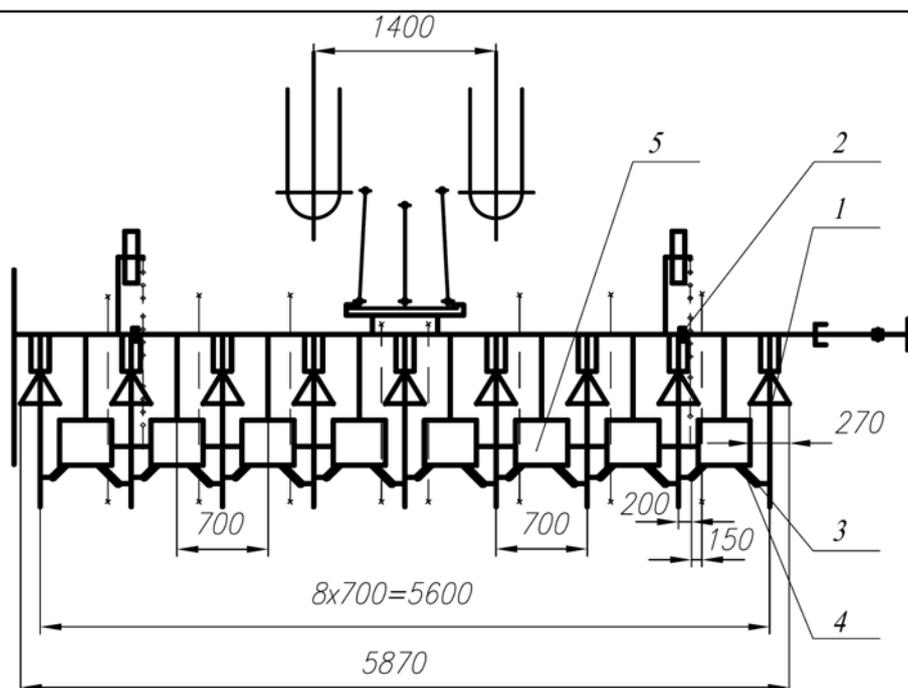

Рис.11 Схема расположения рабочих органов КРН-5,6К с подкормочным приспособлением для междурядий 70см.
6.5.1 Установить кронштейны с туковысевающими аппаратами по схеме расположения (рис.11 ) скобами М16х175х175 на балку.
Расстановка рабочих органов по ширине захвата производится по схемам расположения (рис.11,12,14,15). Осуществляется она передвижением секций по балке и держателей рабочих органов, установленных на грядилях секций.
Для внесения удобрений в междурядье подкормочное приспособление установить на культиватор согласно схеме расположения (рис.11) в следующей последовательности
6.7.2 Прикрепить кронштейн туковысевающих аппаратов к балке скобами, установив их на балке между секциями рабочих органов (рис.11).